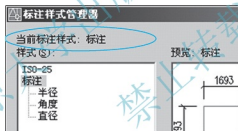

图 3.31 【标注样式管理器】中当前标注样式的显示
(1) 在【标注样式管理器】对话框的左上角有当前标注样式的显示，如图 3.31 中所示的当前标注样式为【标注】。在【标注样式管理器】对话框中选中将要设置为当前的标注样式，然后单击【置为当前】按钮，被选中的【标注】样式就被设置为当前标注样式。